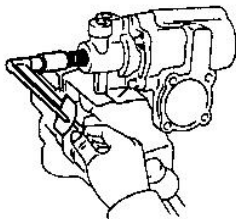

Рис. 5-18.
3. Измерьте момент страгивания (рис. 5-18.) до установки вала рулевой сошки, он должен составлять 0,3-0,5 Нм.